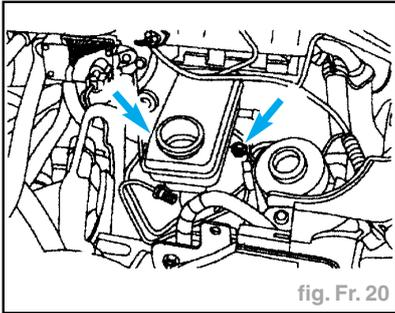

fig. Fr. 20
- Déposer le maître-cylindre (fig. Fr. 20).